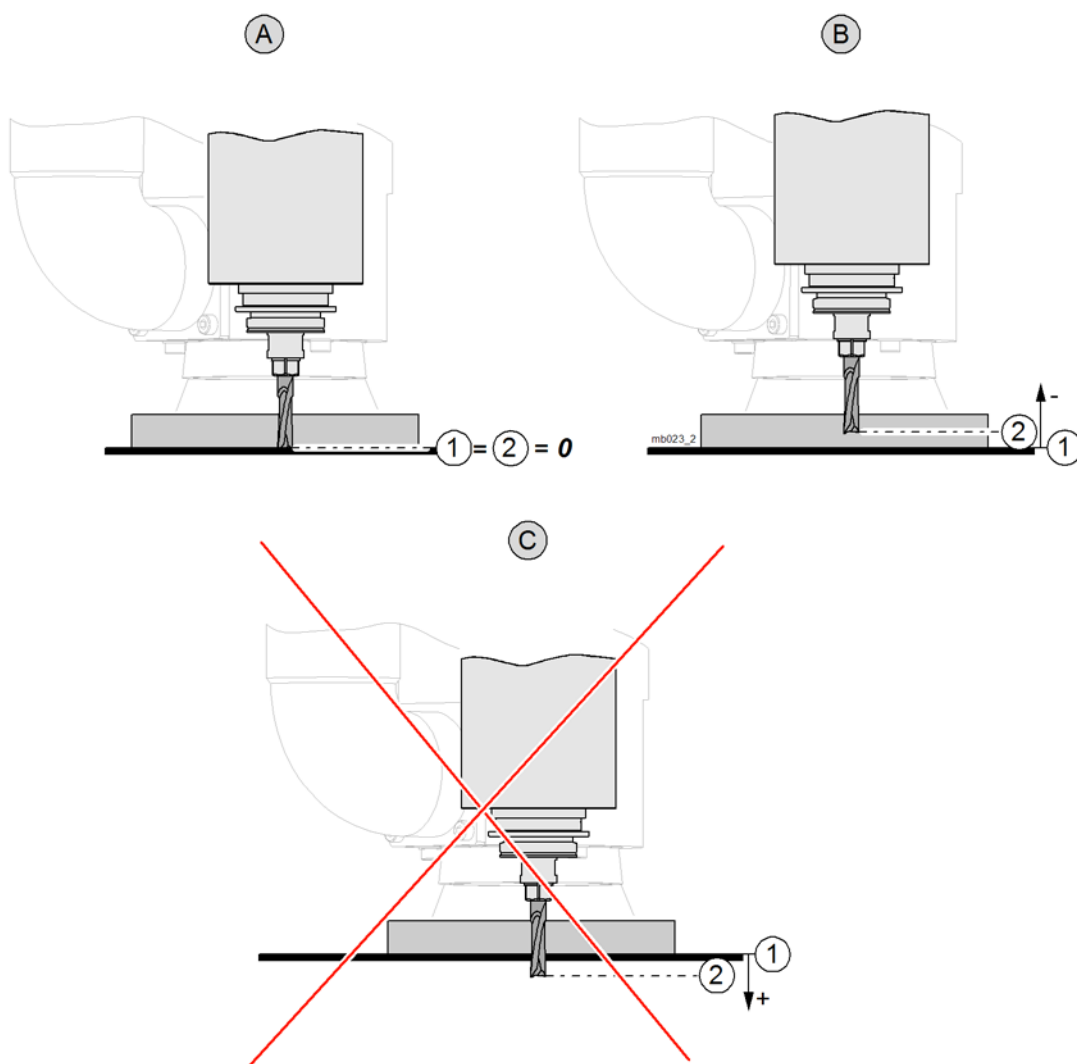

Fig. 19 Ajustar la posición abajo
- Si se realiza un fresado continuo ("Fig. 19, Ajustar la posición abajo", pos. A), entonces el valor es automáticamente *0*.
- Si sólo se realiza un fresado inicial ("Fig. 19, Ajustar la posición abajo", pos. B), entonces el valor es, por ejemplo, *-5* mm